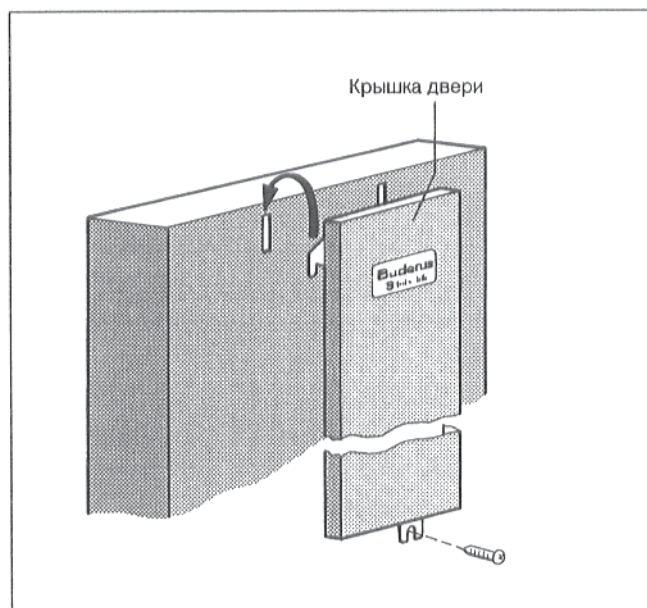

Рис. 19
- Вставить крышку двери котла обоими крюками в шлицы двери корпуса котла (Рис. 19).
- Плотнo привинтить крышку к двери корпуса котла посредством саморезующего винта (Рис. 19).